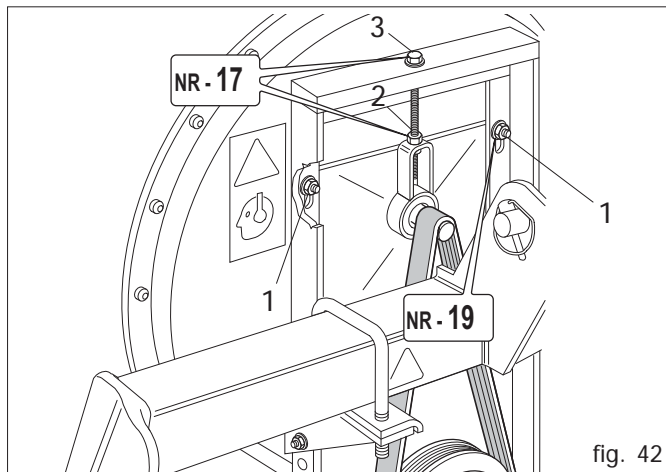

fig. 42
L'aspiratore (Fig. 42) crea il vuoto all'interno dei distributori, permettendo che i semi vengano risucchiati sui fori del disco.
- Allentare le viti (1 Fig. 42);
- Allentare il dado (2 Fig. 42);
- Mettere in trazione la cinghia serrando la vite (3 Fig. 42);
- Controllare la tensione della cinghie dell'aspiratore (Fig. 42).